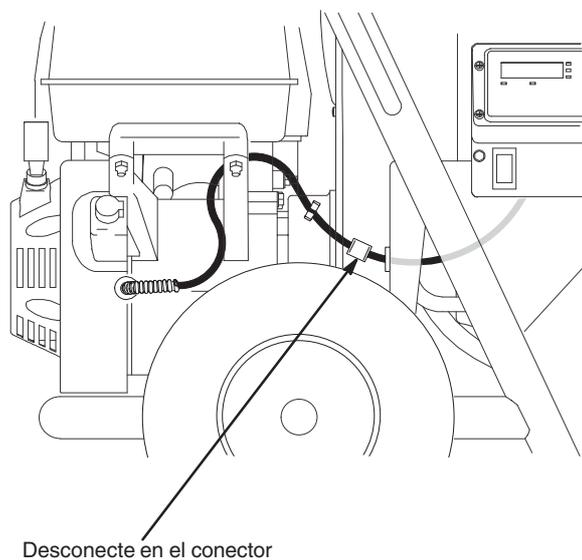

Fig. 5
2. Fig. 5. Desconecte todos los cables necesarios.
2. Fig. 5. Conecte todos los cables necesarios.